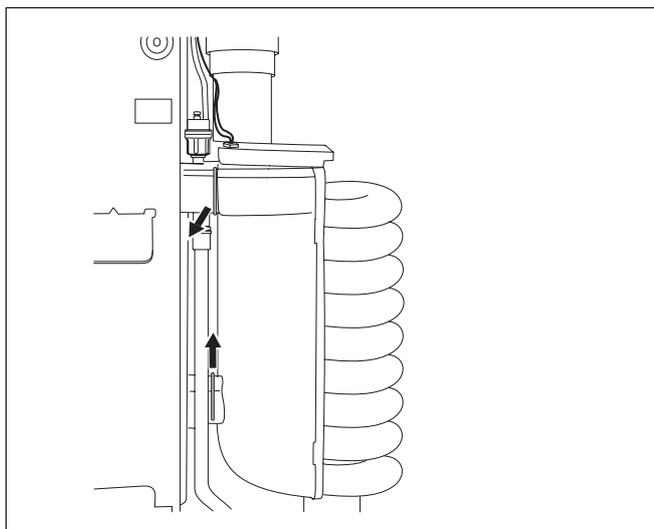

Abb. 44 Sicherungssplinte
- Sicherungssplinte an Vor- und Rücklaufleiter (Abb. 44) des Wärmetauschers entfernen.